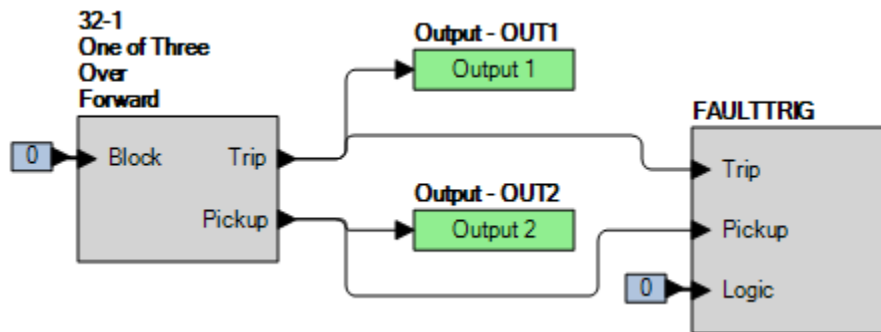

Figura 67-1. Ajustes de BESTlogicPlus
Paso 2: Utilice BESTCOMSPlus para configurar la Lógica programable de BESTlogicPlus, como se muestra en la Figura 67-1.